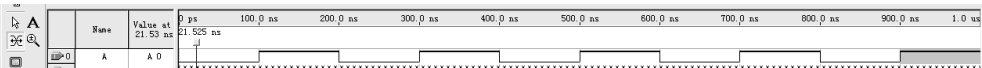

图 5.3.9 输入信号波形
(4) 编辑输入节点波形。参照图 5.3.9 编辑输入信号波形。